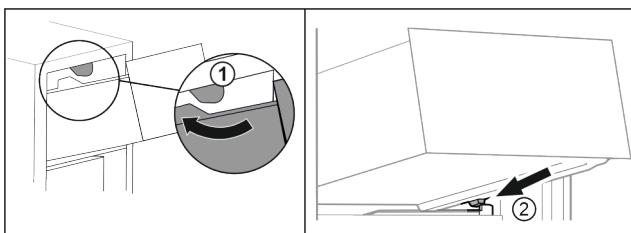

Fig. 65
- Guider le tiroir en contournant les butées supérieures. Fig. 65 (1)
- Placer le tiroir, en l'inclinant, derrière les butées inférieures sur la nervure de récipient. Fig. 65 (2)